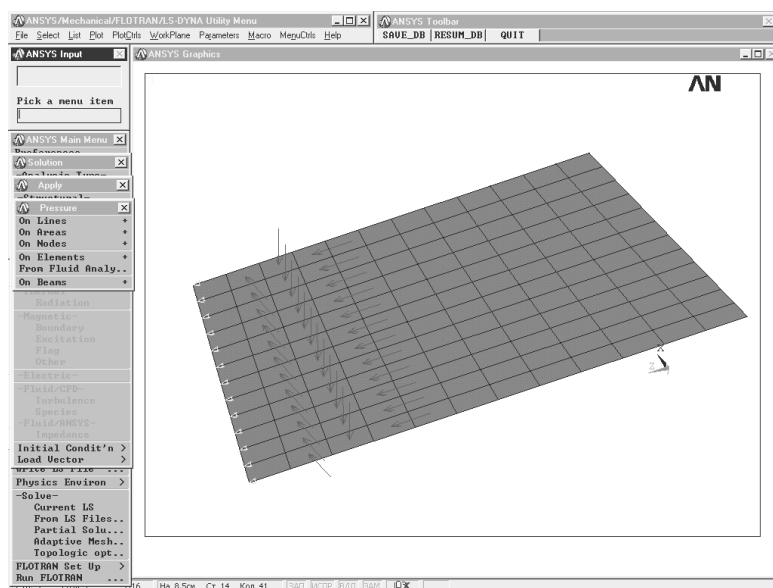

Рис. 11.4. Условное отображение нагрузки, приложенной под определенным углом
6. Нагрузить элементы поверхностного эффекта давлением, действующим по направлениям осей X, Y и Z (см. рис. 11.4):
9. Выбрать элементы с номерами 3469...3480 (один столбец на рис. 11.4);
15. Выбрать элементы с номерами 3481...3492 (второй столбец на рис. 11.4);
19. Выбрать элементы с номерами 3493...3504 (третий столбец на рис. 11.4);